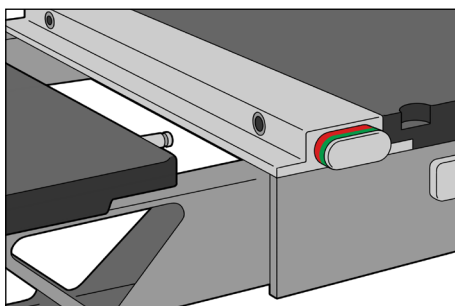

Fig. 1
1. Fjern kVue-indsatsen. (Fig. 1)